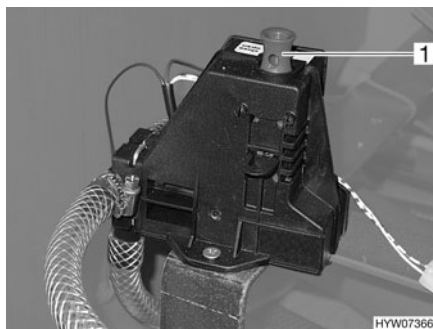

Fig. 182 Válvula de seguridad/purga (Trumatic)
- Con calefacción de aire caliente: Cerrar la válvula de seguridad/purga. Para ello, tirar hacia arriba del interruptor de asidero (Fig. 182,1). A temperaturas inferiores a 8 °C, no es posible cerrar la válvula de seguridad/purga (Trumatic). Por ello, conectar la calefacción del habitáculo y esperar hasta que la temperatura del habitáculo sea superior a 8 °C.